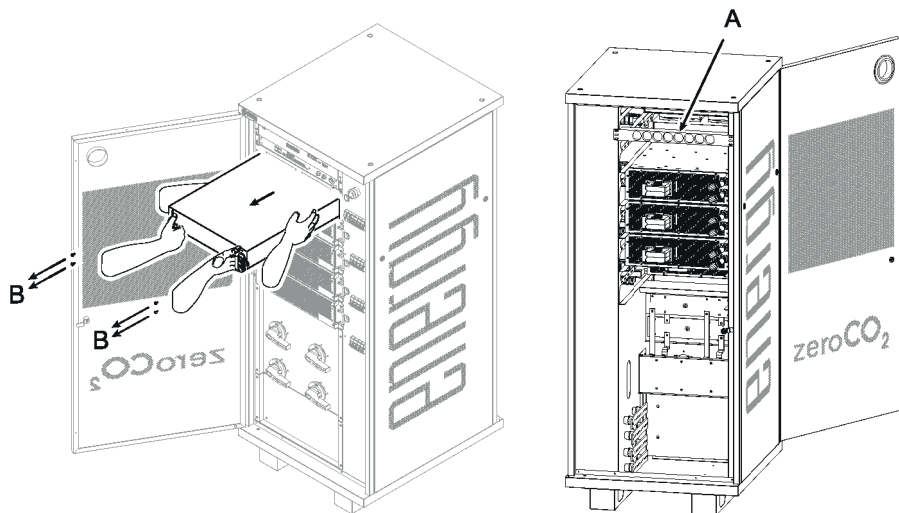

Fig. 7.15 - Sostituzione del modulo UPS
- Accedere dalla parte posteriore del rack per scollegare i cavi di input e output dell'UPS (A, Fig. 7.15).
- Rimuovere le 4x viti M5 (B, Fig. 7.15) che fissano il modulo alla parte anteriore del rack e sfilare.